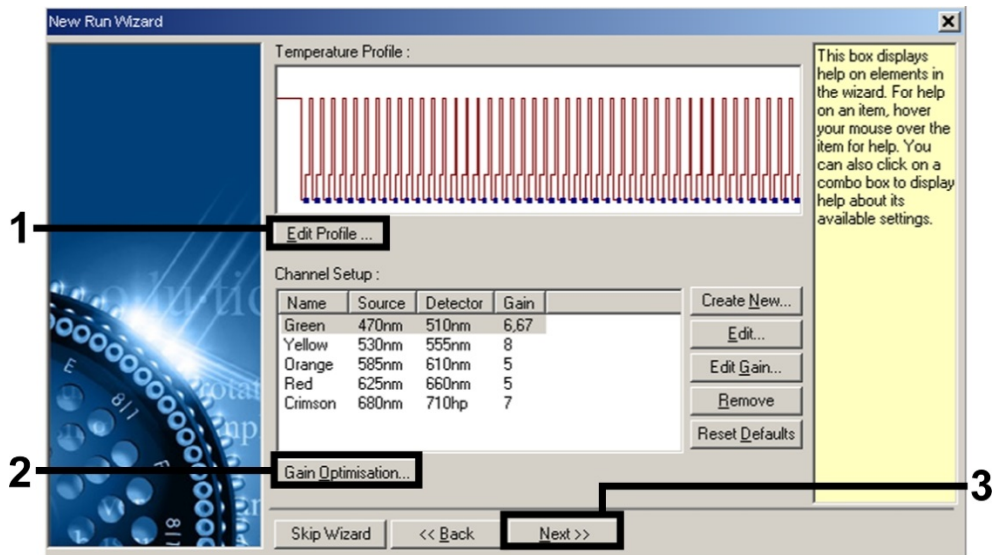

Figura 3. Modifica del profilo.
9. Cliccare sul pulsante **Edit Profile** (Modifica profilo) nella successiva finestra di dialogo **New Run Wizard** (Figura 3) e programmare il profilo termico, come illustrato nelle Figure 4 e 5.
gain) nella finestra di dialogo **New Run Wizard** (vedere Figura 3) per aprire la finestra **Auto-Gain Optimisation Setup** (Setup ottimizzazione auto-gain).